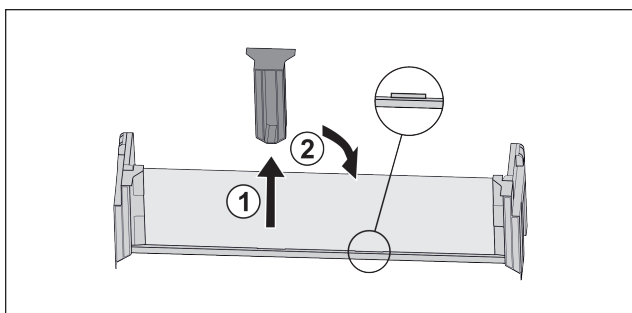

Fig. 54 *
- Stiahnite stredný prídržný diel Fig. 54 (1)*
- Nasad'te stredný prídržný diel do druhej pozície Fig. 54 (2)*